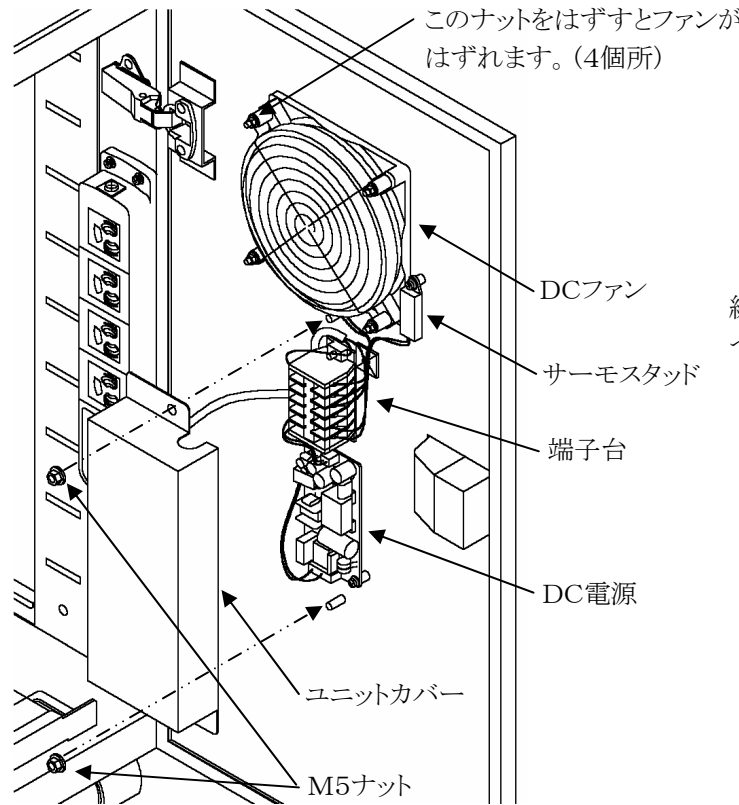

図22 ファンの取付け
- ① ファンはサーモスタッドにて28℃で動作するようになっています。止まっているときも非常に危険ですので、ファンのプロペラには絶対に指などで触らないでください。
- ② ファンの寿命は、目安として常温常湿で約50,000時間程度ですので定期的に交換を行ってください。
- ③ 日常ファンが正常に作動しているか、振動や異常音がないかを点検してください。
- ④ ファンはDC12V(型式:N1V-001F)です。当社もしくは最寄りの販売店より購入してください。
■ファンの交換方法 (図22)
- ① 背面扉を開き、ユニットカバーをはずします。
- ② ファンのコードを端子台からはずします。コードを傷つけないように結束バンドを切ります。
- ③ ファンを背面扉からはずします。
- ④ 新しいファンを取付け、＋を間違えないように端子台に接続します。
- ⑤ ユニットカバーを背面扉に取付けます。